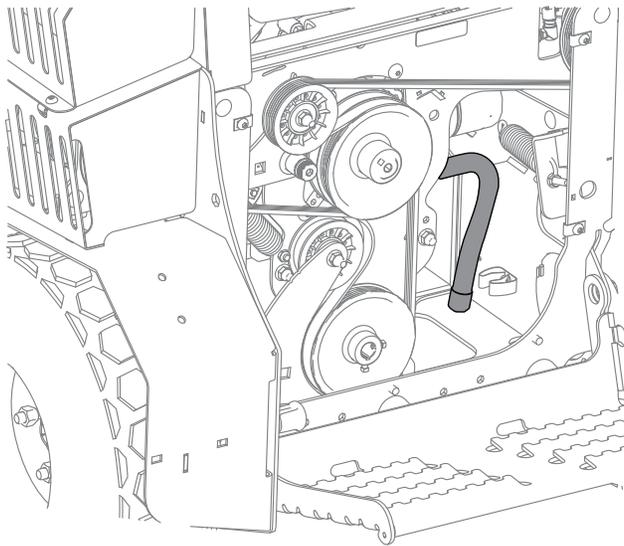

Figure 31
4. Placez le flexible dans trou hexagonal du cadre de la machine (Figure 31).